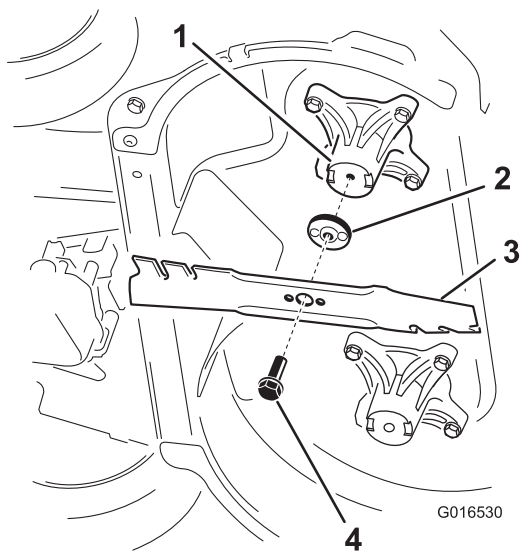

Bild 44
2. Entfernen Sie jedes Messer, siehe Bild 44.
- Montieren Sie das erste Messer so, dass es horizontal ist, und alle Befestigungen, wie in Bild 44 dargestellt.